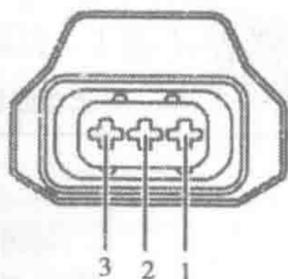

图 1-1-19 排气凸轮轴位置传感器连接器端子图
11. 排气凸轮轴位置传感器连接器端子图 (图 1-1-19) 及端子功能表 (表 1-1-11)
12. 进气凸轮轴位置传感器连接器端子图 (参见图 1-1-19) 及端子功能表 (表 1-1-12)